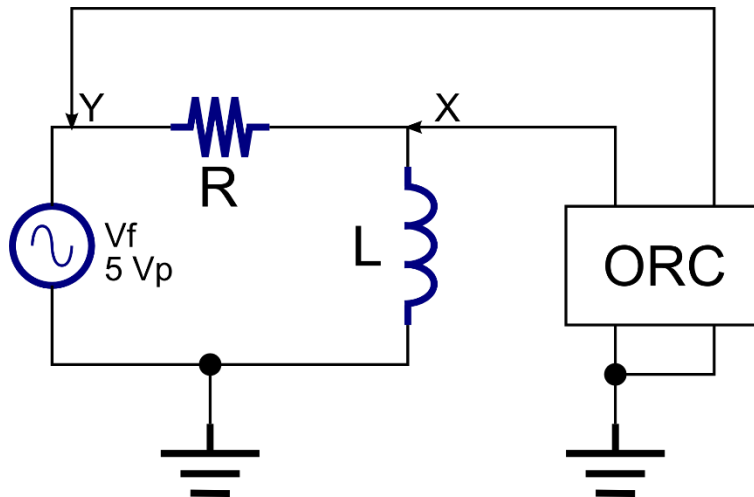

Figura 5. Circuito de medición #5.
- Con el circuito de la figura 5, realice las mediciones de los valores pico de tensión y corriente indicados en la tabla #2, para una tensión pico de 5 V y una inductancia de (100 mH o 1 H).